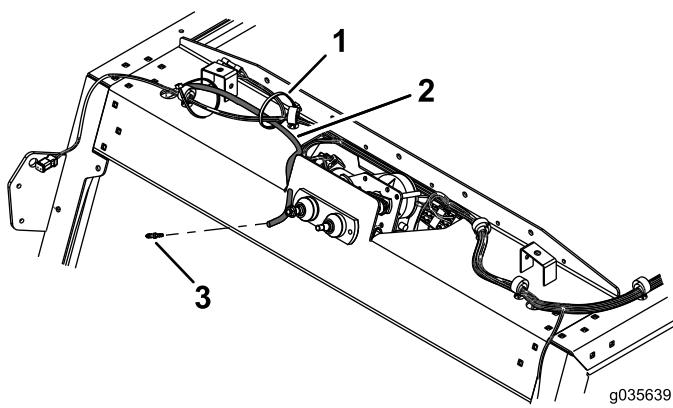
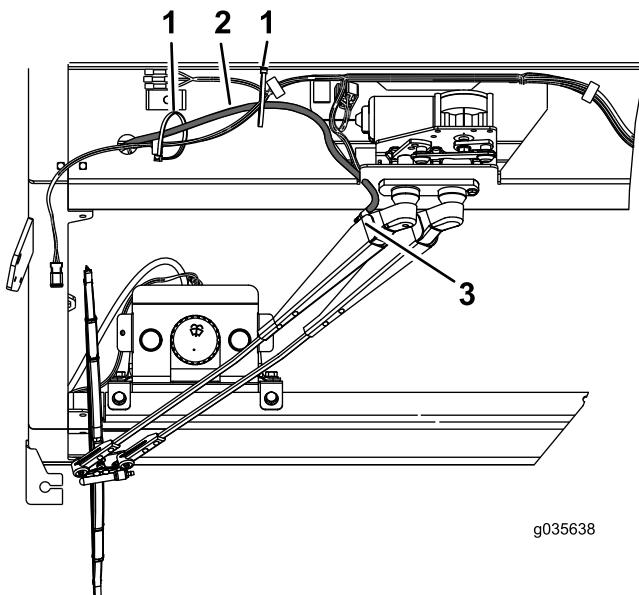

Figura 10
Figura 11
- 7. Instale o entalhe do tubo no tubo no motor da bomba e ligue-o ao braço do limpador para-brisa (Figura 10 e Figura 11).
- 8. Prenda o tubo à cablagem com braçadeiras de cabos como se mostra na Figura 11.